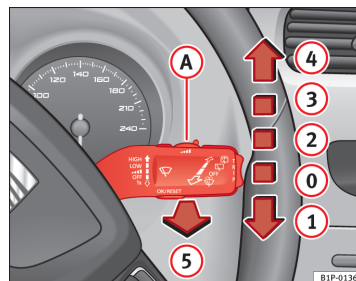

Fig. 81 Betjeningsarm til viskere og sprinklere
Betjeningsarmen til viskerne ⇒ Fig. 81 kan stå i følgende positioner:
- Hvis bilen standser, når trin 2 ⇒ Fig. 81 eller 3 er valgt, skiftes der automatisk ned til næste lavere trin. Kører bilen igen, skiftes der automatisk tilbage til det indstillede viskertrin.